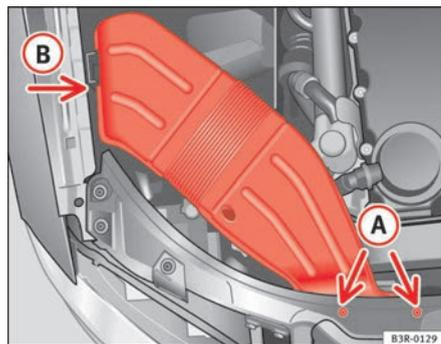

Fig. 187 Conduit d'air, côté droit du véhicule
- Dévissez les vis **(A)** ⇒ fig. 187.